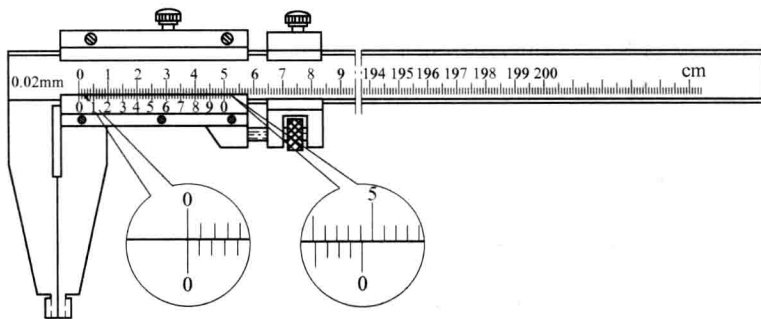

图1-13 游标卡尺校对“0”位
① 用干净的布条或棉团(必要时沾少许酒精)擦净两外测量爪的测量面。
② 推动游框,使外测量爪两测量面紧密接触后,观看游标尺的“0”刻线与主尺的“0”刻线是否对齐,游标尺的尾刻线(最末一根刻线)与主尺的相应刻线是否也对齐。如图1-13所示,若上述两处都对齐,说明“0”位准确,否则说明“0”位不准确。“0”位不准确的卡尺不能使用。